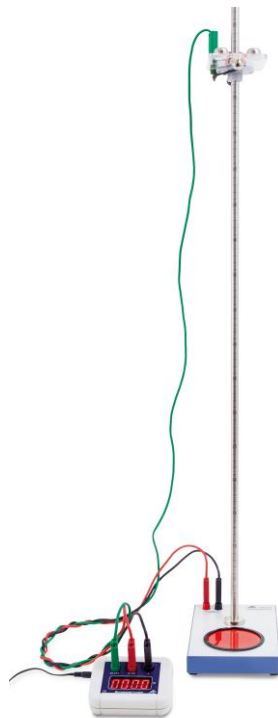

Fig. 2 Compteur de millisecondes et dispositif de chute libre
- Raccorder les connecteurs d'entrée (1, 2, 3) du compteur de millisecondes aux 3 prises du dispositif de chute libre (voir Fig. 2). Respecter le code couleur !
- Raccorder le bloc d'alimentation 12 V CA au compteur de millisecondes (4).